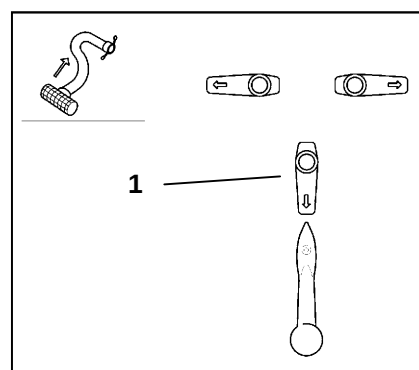

Bild 10.7
- Med **3" sugslang**: ställ först flerfunktionskranen i pos "insugning". När pumpen börjat suga in vätska, ställ även 3-vägskranen (10.6/1) i pos "insugning" (bild 10.7/1)